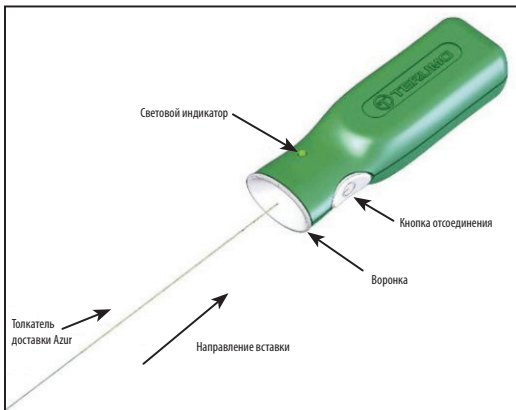

Рисунок 4. Контроллер отсоединения Azur
12. Раскройте пакет с сосудистым окклюдером Azur и удалите с пакета упаковочное кольцо. Перед использованием устройства удалите клин и упаковочное кольцо. Удерживая имплантируемый сосудистый окклюдер Azur и интродьюсер на месте, вытяните толкатель и поместите его в упаковочное кольцо так, чтобы оказался проксимальный конец толкателя доставки. Будьте осторожны, чтобы не избежать загрязнения этого конца толкателя доставки посторонними веществами, такими как кровь или контрастное вещество. Плотно вставьте проксимальный конец толкателя доставки в секцию с воронкой контроллера отсоединения Azur. См. рисунок 4. **Не нажимайте кнопку отсоединения в это время.**
31. Подсоедините проксимальный конец толкателя доставки к контроллеру отсоединения Azur, надежно вставив проксимальный конец толкателя доставки в секцию с воронкой контроллера отсоединения Azur. См. рисунок 4.